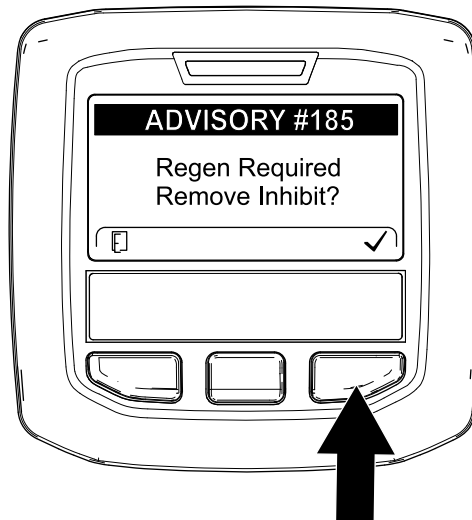

Figure 42
**Remarque:** Si INHIBIT REGEN est réglé sur ON, l'InfoCenter affiche l'AVIS N° 185 (Figure 42). Appuyez sur le bouton 3 pour faire passer le paramètre d'interdiction de régénération à OFF (désactivé) et poursuivez la régénération commandée.